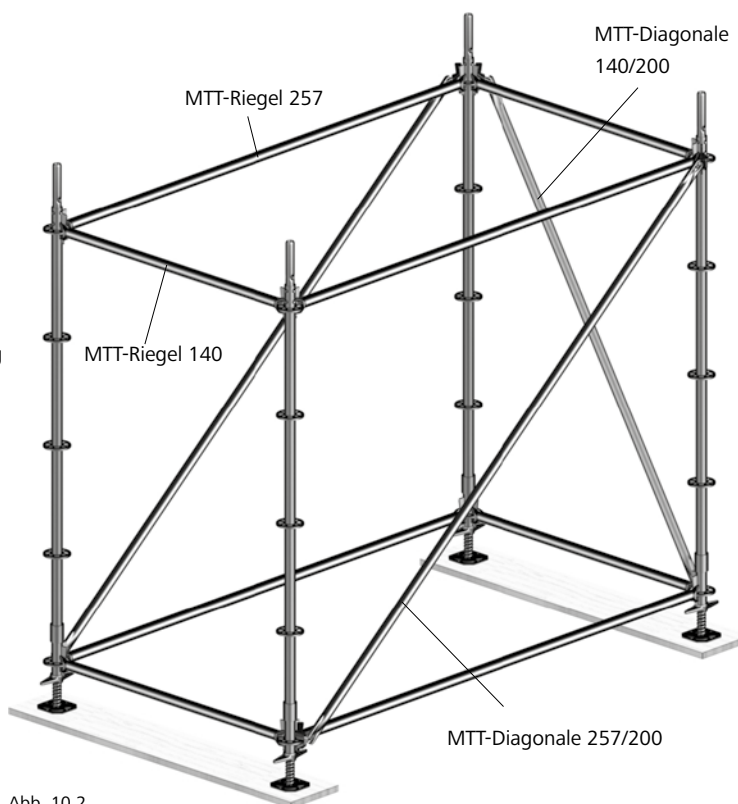

Abb. 10.2
11. Rahmen mit MTT-Diagonalen aussteifen (Abb. 10.2).